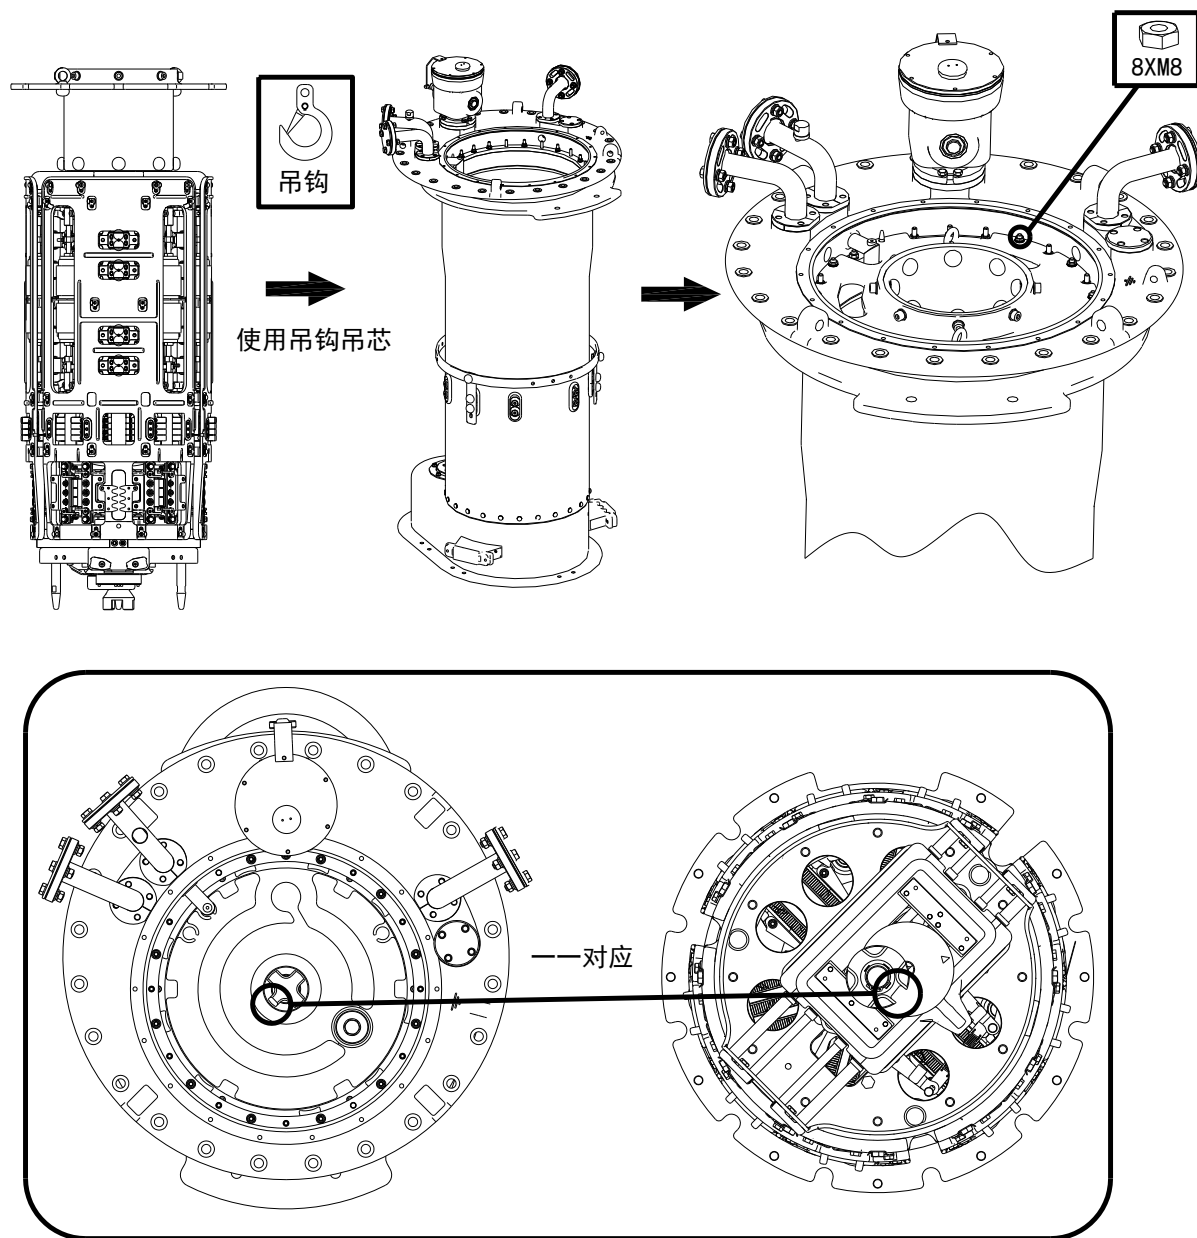

图 5-16 连接件的整定位置及法兰圈上的螺母固定
2. 安装切换开关芯子：将切换开关芯子吊到切换开关油室上方，要确保分接选择器和筒底连接件在安装切换开关芯子时必须位于整定位置，大概对准连接件的小端位置。切换开关芯子装入油室后在法兰圈上的非红色油漆区域用螺母紧固（9 颗 M8 螺母）。（见图 5-16）